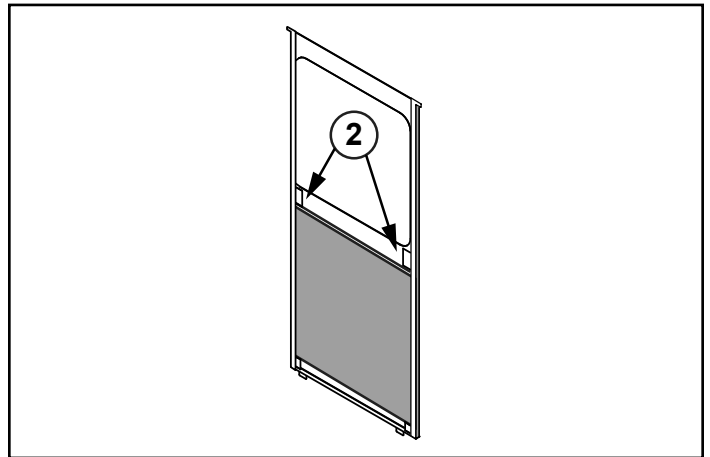

Figure 17.5
1. Retirez le panneau complet du côté en le soulevant et en le retirant de l'appareil (utilisez un outil plat afin de forcer le bas au besoin) (**Figure 17.5**).
2. Retirez le cadre des tuiles du côté de l'appareil en le soulevant et le retirant de l'appareil (**La figure 17.5 présente le retrait du panneau latéral complet**).